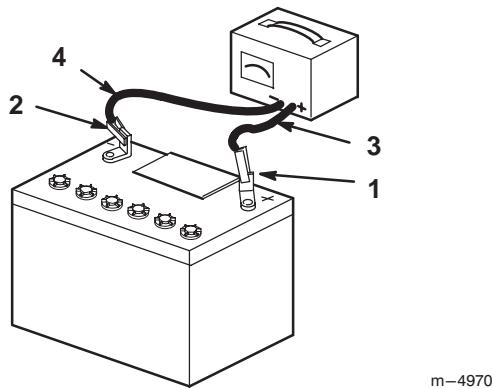

Figure 7
8. Quand la batterie est chargée au maximum, débranchez le chargeur de la prise, puis débranchez les fils du chargeur des bornes de la batterie (Fig. 7).